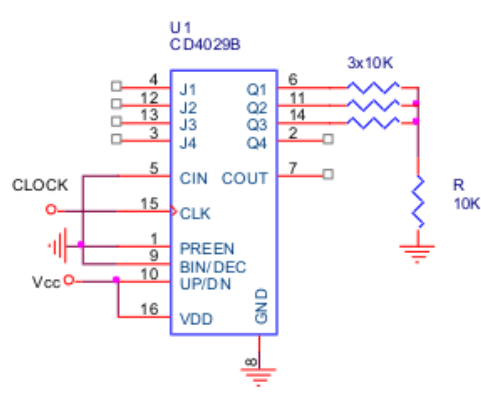

Fig. 7.
- Fig. 7: se alimentează la circa 6V.
(6) Pentru circuitul din Fig. 7: (a) aplicați la intrarea CLOCK semnal dreptunghiular cu amplitudinea vârf-la-vârf de 5V, și offset de 2.5V (semnal TTL), frecvența f . Vizualizează semnalul de pe rezistența de însumare, R , și determinați frecvența acestuia. (b) măsurați cu osciloscopul (Cyc RMS), voltmetrul numeric pe modul AC, și milivoltmetrul analogic de AC,